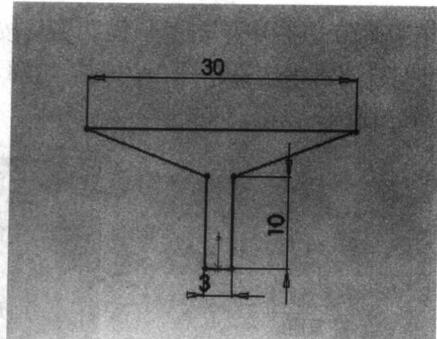

图 1-30 绘制的草图
- (1) 打开中文版 SolidWorks 2007，建立一个新零件文件。
- (2) 在“设计树”管理器中选择“前视基准面”，使用“直线”工具（\）绘制草图，生成草图 1，如图 1-30 所示。然后单击草图绘制按钮（\），退出草图。